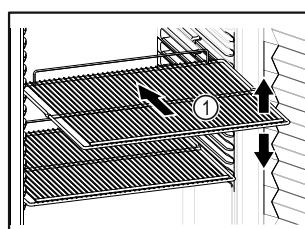

Fig. 56 Примерное изображение
- ❑ Если имеются решетчатые полки Fig. 56 (1), отрегулируйте высоту их установки.